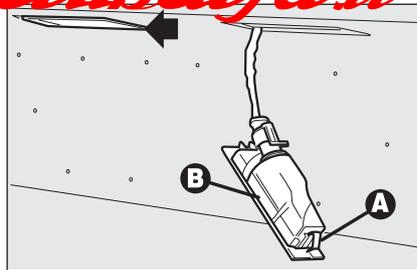

fig. 36
- agire con un cacciavite a lama piatta e protetto con un panno morbido sul dispositivo **A-fig. 36** per estrarre il gruppo **B**;